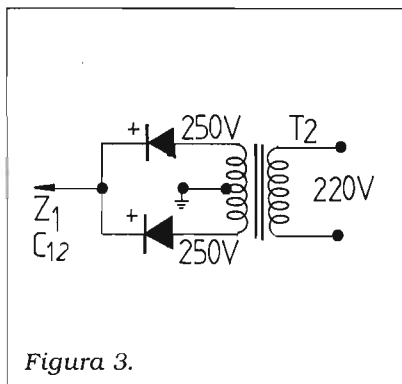

Figura 3.
**Nota importante:** in alternativa alla valvola V3 si possono utilizzare due diodi rettificatori al silicio di media velocità tipo BY 127 o 1N4007 collegati come in figura 3. Tutto il restante dello schema rimane inalterato.